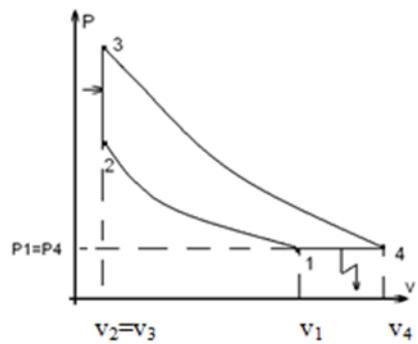
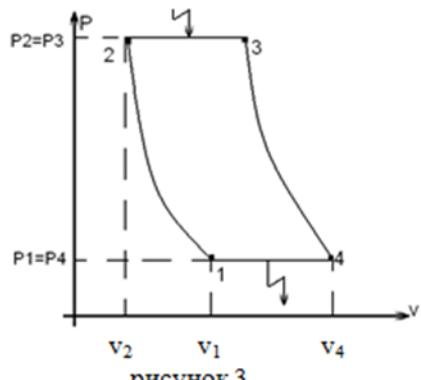

рисунок 2
рисунок 3
- Ответы: 1).рисунок 1 2). рисунок 2 3). рисунок 3